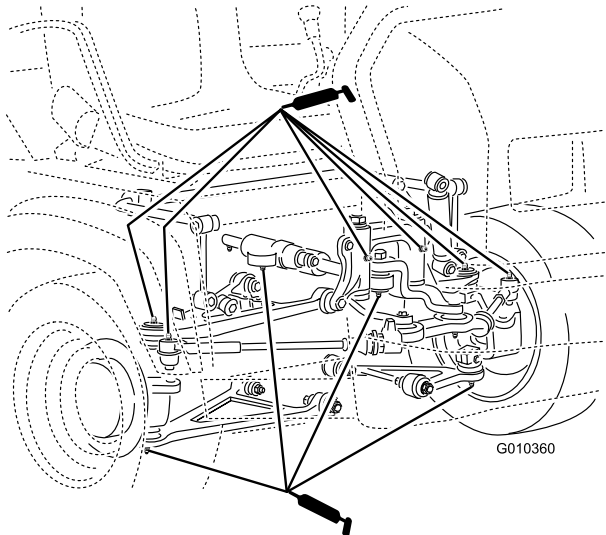

Figura 36
- **Giunti sferici (4)**; fate riferimento alla Figura 36
- **Supporti a perno (2)**; fate riferimento alla Figura 36
- **Cilindro dello sterzo (2)**; fate riferimento alla Figura 36
- **Tiranti (2)**; fate riferimento alla Figura 36